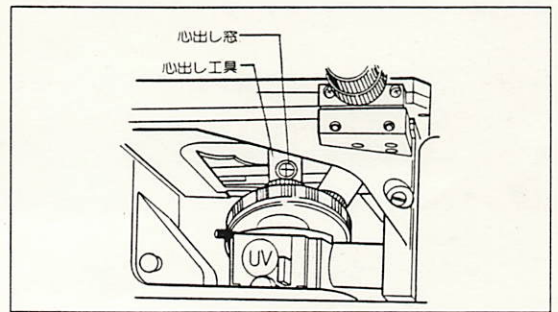

図16
- 2) レボルバを回転させて心出し工具を光路に入れ、心出し工具の窓が側面に来るように外筒を回転します。(図16)